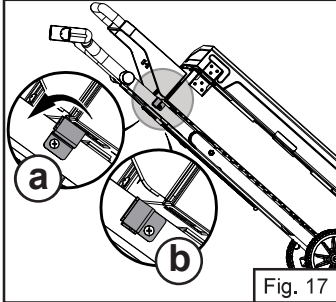

Fig. 17
1. Gire el mecanismo de bloqueo de patas en sentido contrario al de las manecillas para liberar las patas. (Fig. 17).